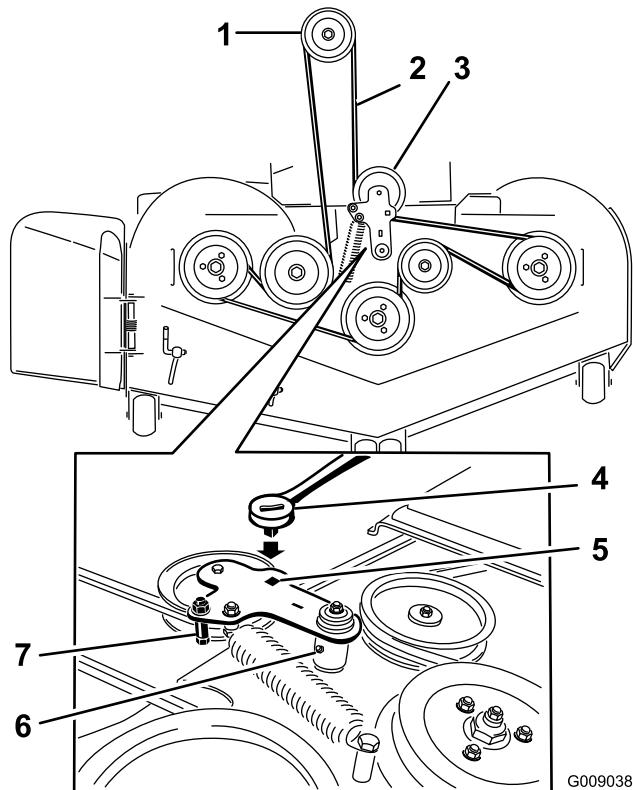

Figura 81
9. Pase la correa nueva alrededor de las poleas del cortacésped y de la polea del embrague, debajo del motor (Figura 81).
10. Instale la guía de la correa en el brazo tensor según se muestra en Figura 81.
11. Utilizando la llave de carraca en el taladro cuadrado, instale el muelle tensor (Figura 81). Asegúrese de que los extremos del muelle están asentados en las ranuras de anclaje.
5. Utilice una llave de carraca en el taladro cuadrado del brazo tensor para aliviar la tensión del muelle tensor (Figura 81).
7. Instale la guía de la correa en el brazo tensor tensado con muelle indicado en Figura 81.